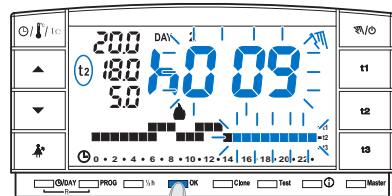

Abb. 45
- Drücken Sie die Taste **OK**, auf Display erscheint die blinkende Anzahl der Stunden, für die der zeitlich begrenzte manuelle Betrieb aktiviert ist (Beispiel Abb. 45).